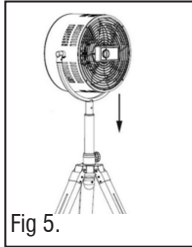

Fig 5.
3.2.2.2. Steek die pyp in die bokant van die hoogte verstelbare pyp en lyn die gate op soos getoon in Fig. 5.